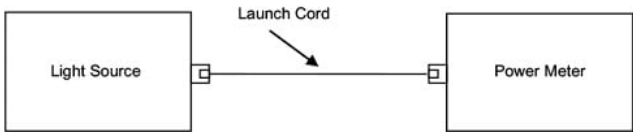

图 3. 设置参照
- a. 使用发射光纤在光源和功率计之间设置参照（见图 3）。